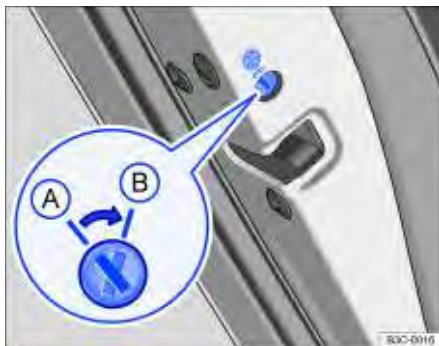

Fig. 62 Nas portas traseiras: trava de segurança para crianças (A) desacionada, (B) acionada.
- Introduzir a haste da chave na ranhura da trava de segurança para crianças para acionar ou desacionar ⇒ Fig. 62.
Posição da ranhura ⇒ Fig. 62: